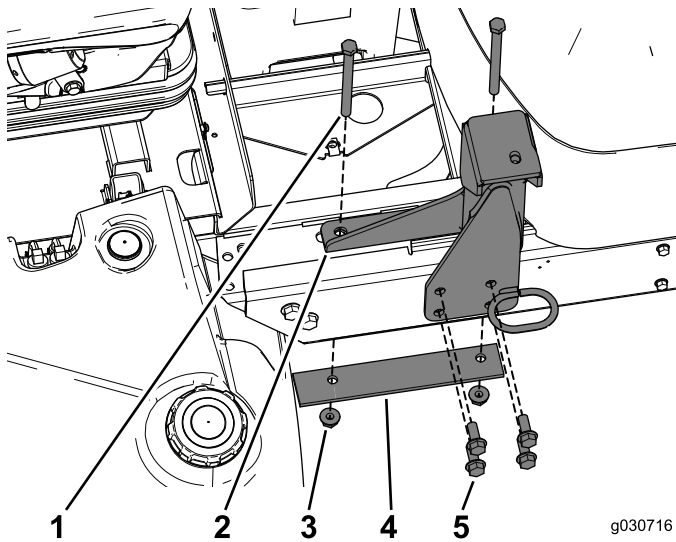

Bild 19
1. Befestigen Sie die hintere Befestigung mit den vom Überrollschutz abgenommenen Schrauben am Rahmen (Bild 19).